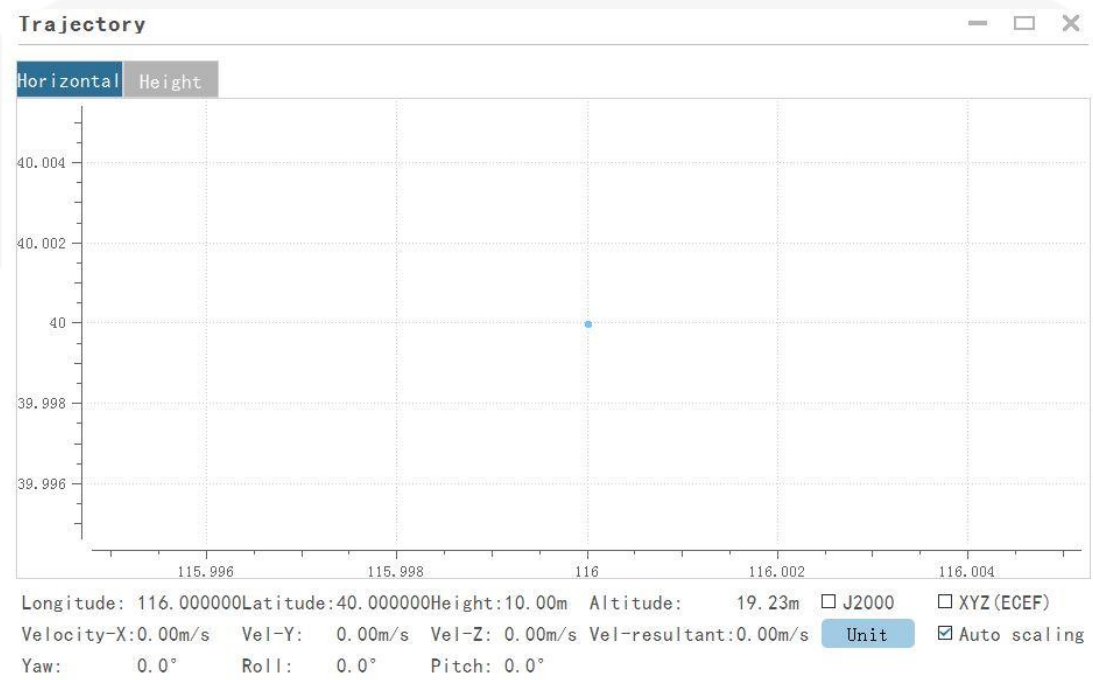

Рисунок 3-25 – Окно с отображением траектории движения объекта
6. График траектории: открывает окно с отображением траектории движения объекта (Рисунок 3-25).